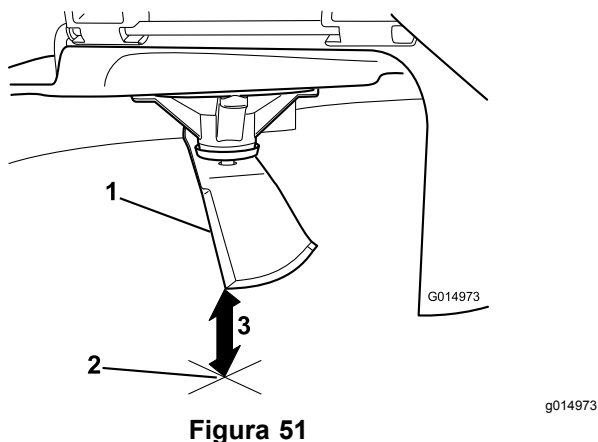

Figura 51
5. Mida desde la punta de la cuchilla hasta la superficie plana (**Figura 51**).